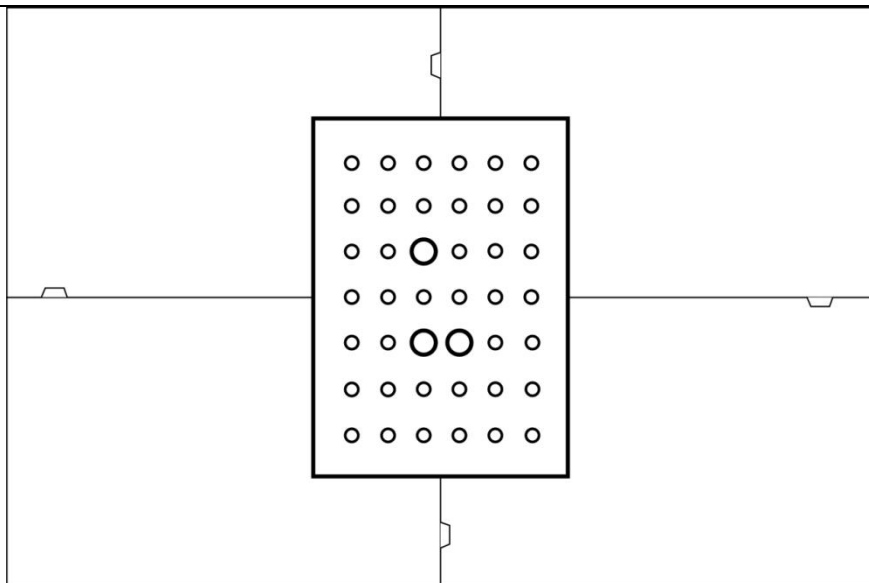

图 6-1 3DeVOK MT Gen2 标定板及标定附件摆放示意图
- 2、拿出防水箱中的标定板拓展附件，将其拼合并放置在标定板四周（如图 6-1 所示）。
- 注意标定板摆放方向应与图 6-1 及软件界面的 UI 指示方向一致。错误的标定板摆放方向会导致标定卡顿，**请务必检查方向！**